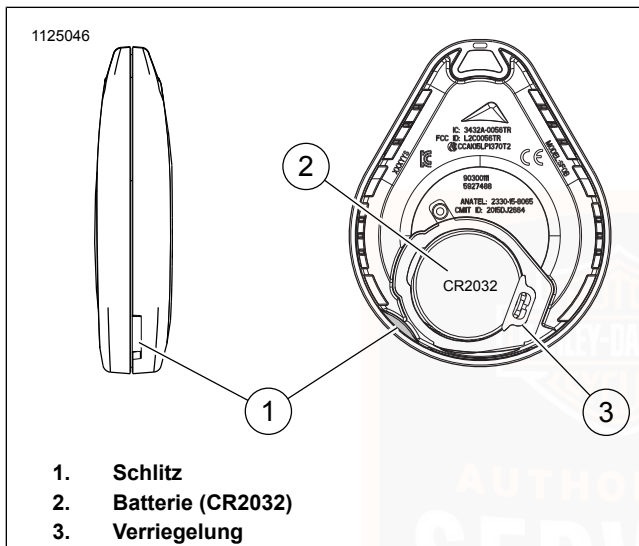

Abbildung 15. Schlüsselanhängerbatterie austauschen
- Siehe Abbildung 15. Die Seriennummer des Schlüsselanhängers befindet sich auch auf der Innenseite des Schlüsselanhängers.
1. Siehe Abbildung 15. Zum Öffnen des Schlüsselanhängers den Schlitz (1) mit einem dünnen Gegenstand drehen.
2. Die Batterie (2) herausnehmen und gemäß den örtlichen Bestimmungen entsorgen.